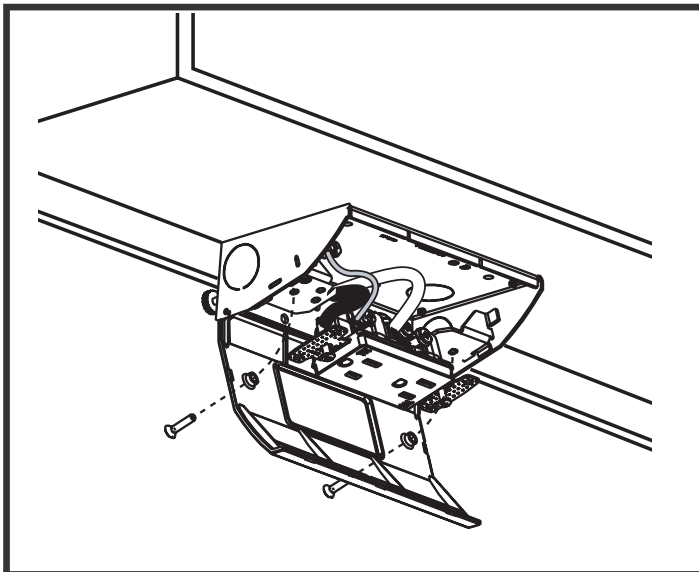

FIGURE 3a
4. Wire electrical device per manufacturers instructions (Fig. 3a).
4. Câbler le dispositif électrique selon les directives du fabricant. (Fig. 3a).
4. Cablear el dispositivo eléctrico siguiendo las instrucciones de los fabricantes (Fig. 3a).